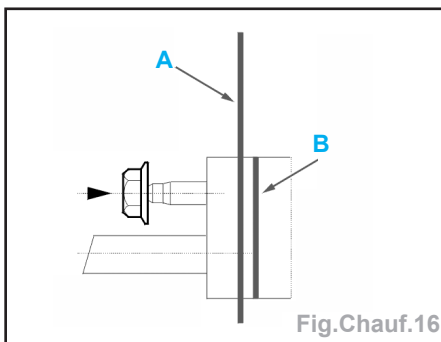

Fig.Chauf.16
Nota : lors de la repose des tuyaux de réfrigération, la face d'appui (A) de la bride devra être en appui sur la face d'appui (B) du condenseur avant le serrage de l'écrou (Fig.Chauf.16).